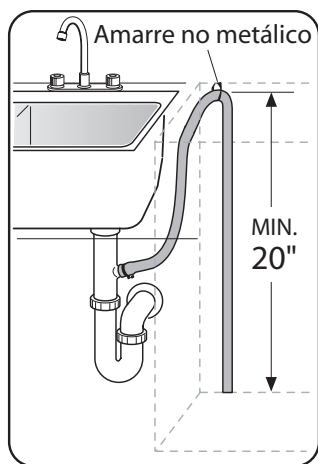

Figura 24
- 1 Directamente a la conexión de desagüe de la lavavajillas abajo del fregador, como se muestra en la **Figura 24**.